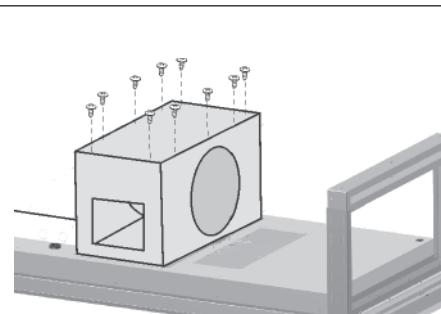

FIG.16
- Enlevez (10) vis sur le boîtier du ventilateur (Fig. 16).